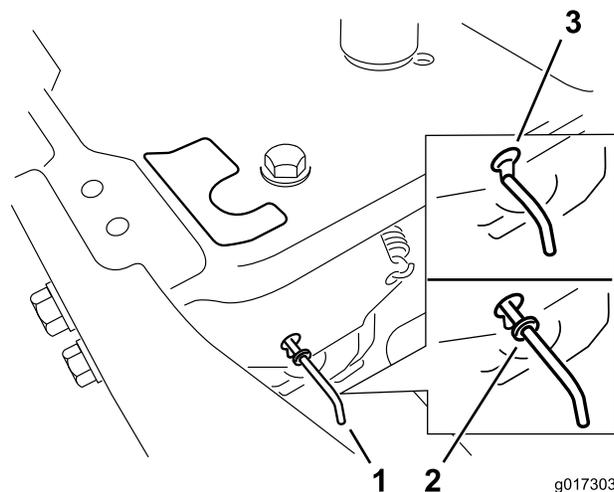

Bild 23
4. Schieben Sie die Bypasshebel nach vorne durch das Schlüsselloch und nach unten, um sie zu arretieren, wie in Bild 23 dargestellt. Wiederholen Sie dies für jeden Hebel.
Schieben Sie die Bypasshebel nach hinten durch das Schlüsselloch und nach unten, um sie zu arretieren, wie in Bild 23 dargestellt. Wiederholen Sie dies für jeden Hebel.